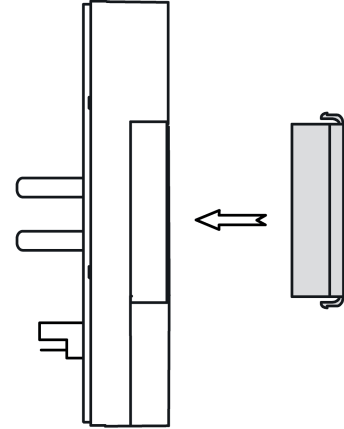

Рисунок 17: Монтаж заслонки для программ LS/CD и A-программ
- Монтаж заслонки для левой или правой стороны прибора (3) (рисунок 17).
- Монтаж заслонки спереди на левой или правой стороне прибора (рисунок 17).